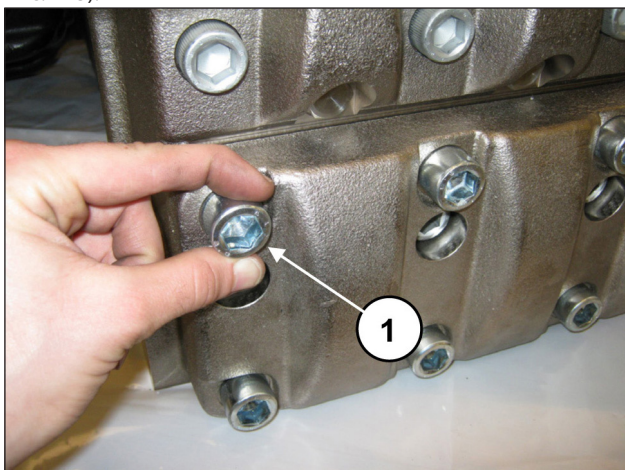
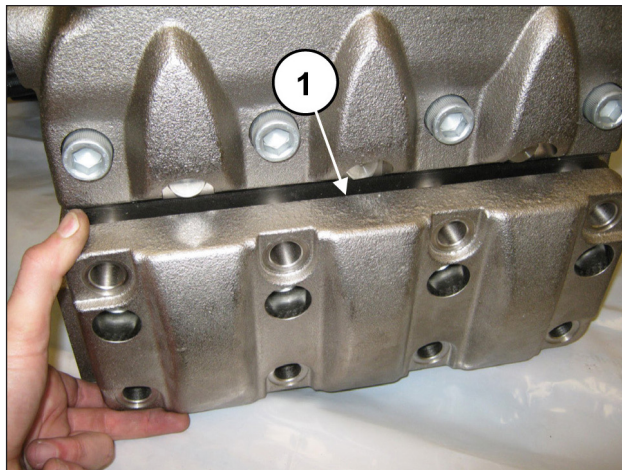

Рис. 142
Рис. 143
Открутите 8 винтов M18x65 на крышке узла всасывающих клапанов (поз. , Рис. 142) и снимите крышку (поз. ①, Рис. 143).